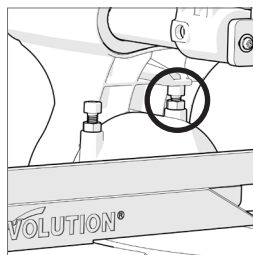

Fig. 14
- Allentare il dado di arresto della vite di regolazione dell'angolo di inclinazione. (Fig. 14)